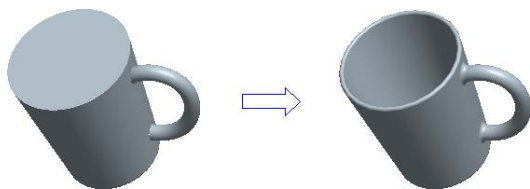

图 4-103 上机操作 2
9) 上机操作: 打开练习源文件“bc_4_ex9.prt”, 接着创建壳特征和圆角特征, 其中在创建抽壳特征时要求不对杯子把柄曲面处进行抽壳处理。练习前后的模型示意如图 4-103 所示。